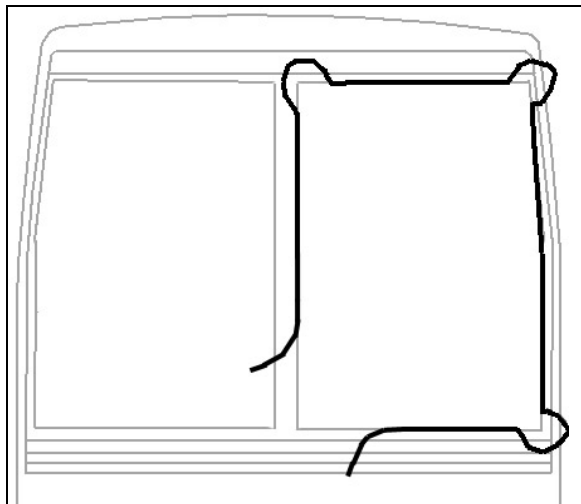

FIGURE 51 : INSTALLATION DU PARE-BRISE À L'AIDE D'UNE CORDE
2. Insérer une corde dans la pièce extrudée en laissant assez de longueur à chaque extrémité pour faire une boucle. Vaporiser de l'eau savonneuse sur la corde et la pièce extrudée en caoutchouc (Figure 51).